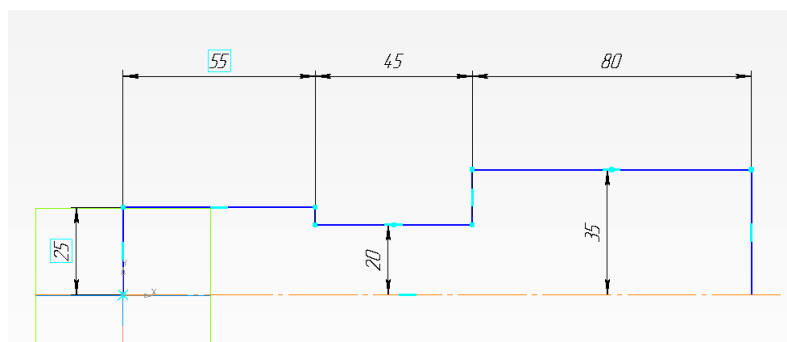

Рисунок 11.
1. Создаем новый документ «Деталь». Создайте эскиз на фронтальной плоскости **ZX**. Ориентация **изометрия** (рисунок 11). Эскиз начинают создавать от горизонтальной осевой линии при помощи  Автолиния выполняя все диаметры в половинном значении.